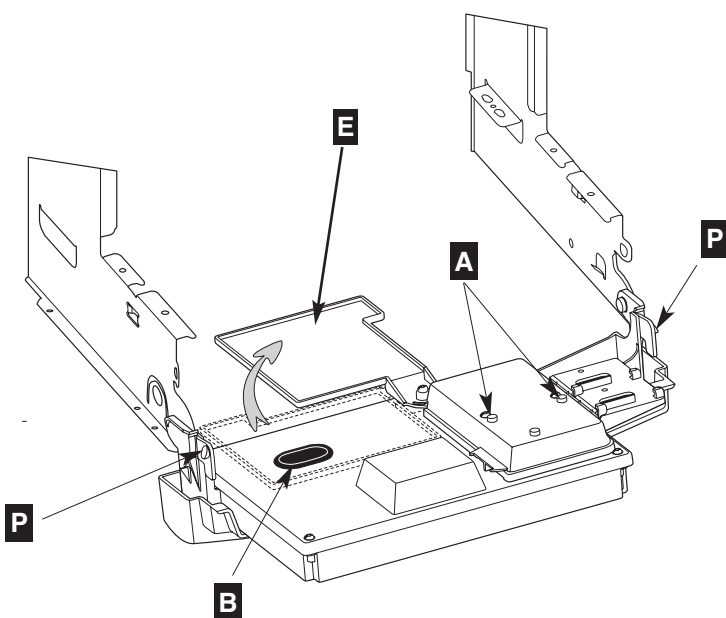

Abb. 12
- die beiden Befestigungsschrauben **A** der Schutzhaube aufschrauben (Abb.12) und die Haube abnehmen
Diese Einstellungen werden auf der Rückseite des elektronischen Gehäuses vorgenommen (das Gehäuse vorher ausschwenken und senken. Den Anleitungsbeutel **E** nach unten umkippen lassen (Abb. 12), die Einstellungen befinden sich hinter dem Gummistöpsel **B**.